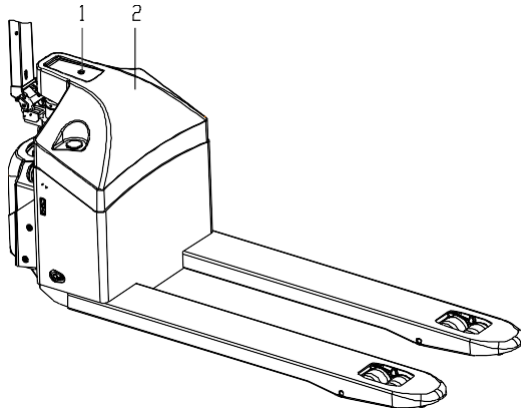

Рис. 6
- Отвинтите винт (1) и снимите кожух (2) (см рис. 6).